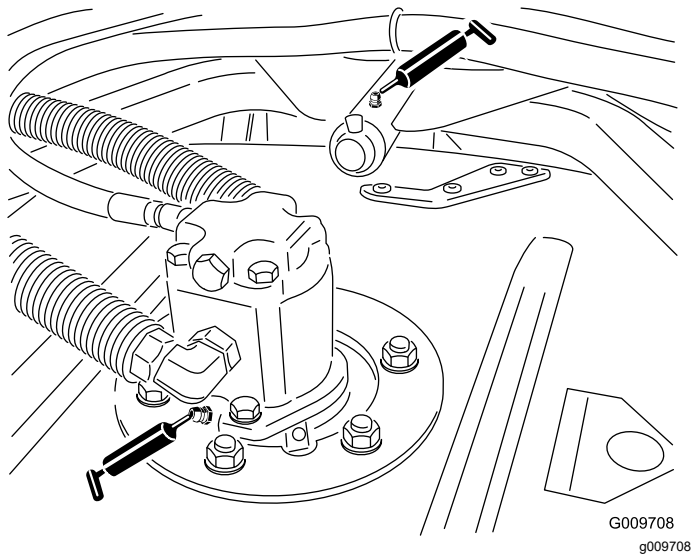

图 39
- 滚刀组锭轴轴承每个滚刀组 2 个如图 39所示
- 滚刀组承载臂轴套每个滚刀组 1 个如图 39所示